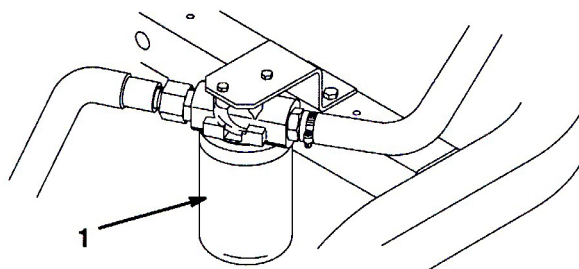

図48
1. フィルタ取り付け部周辺 (図48) をきれいに拭く。フィルタの下に廃油受けを置いてフィルタを外す。